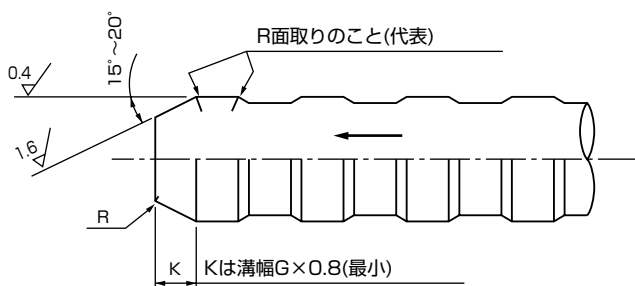
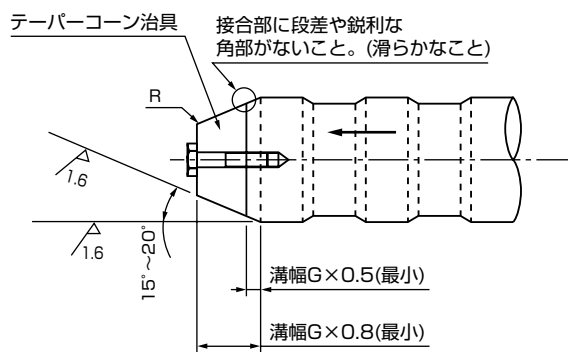

図6
図7
(6) 軸（ロッド）の挿入
- ① 軸の寸法、形状、仕上げなどを点検し、図面どおりであることを確認してください。
- ② 特に、軸の挿入先端部や段差がある部分の面取りが滑らかに加工されていることを確認してください（図6）。もし、機器の構成上軸の先端部に規定のテーパ加工ができない場合は、組み込み専用のテーパコーン治具を製作して軸の先端に取りつけて使用してください（図7）。